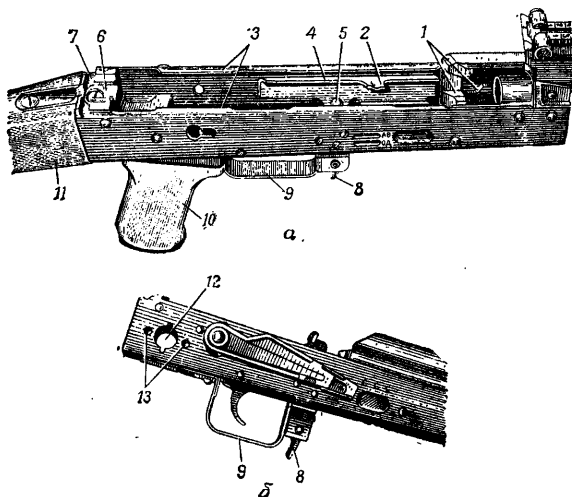

Рис. 27. Ствольная коробка:
**12. Ствольная коробка** (рис. 27) служит для соединения частей и механизмов автомата, для обеспечения закрывания канала ствола затвором и запираания затвора. В ствольной коробке помещается ударно-спусковой механизм. Сверху она закрывается крышкой.